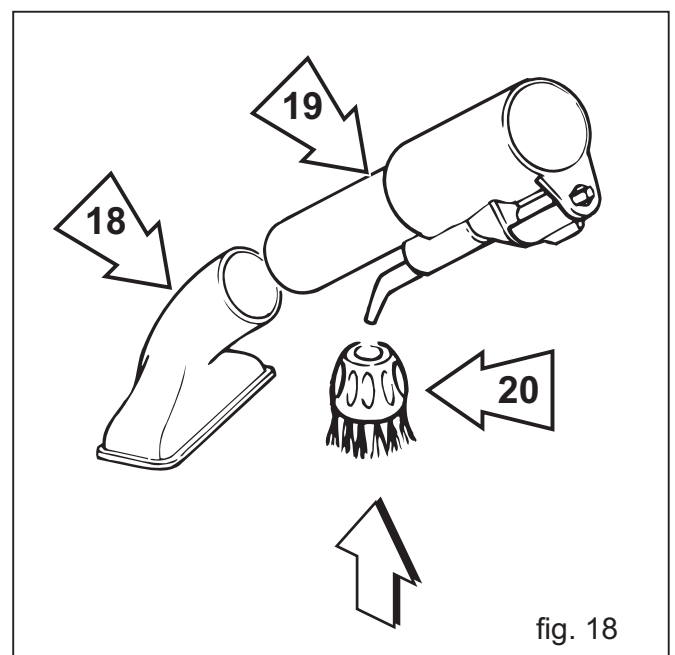

fig. 18
- Si la surface est très sale, appliquer la petite brosse ronde sur le pistolet (fig. 18).
- Monter une petite brosse **20** sur le pistolet (fig. 18) et la brosse plate **18** sur l'adaptateur.